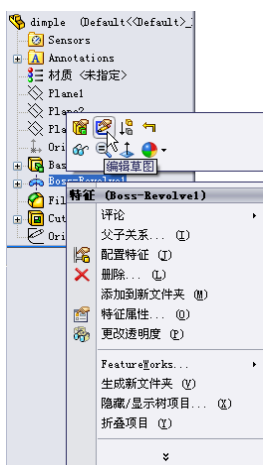
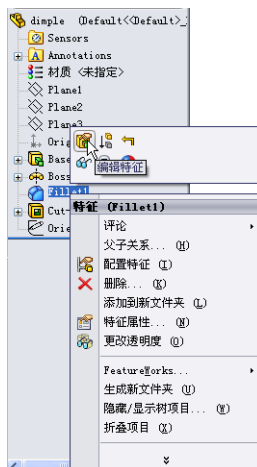

图 10-125 编辑 Boss-Extrudel 特征草图
图 10-126 编辑 Fillet2 特征
(2) 在左侧的“FeatureMannger 设计树”中右击 Boss-Extrudel 特征，在弹出的快捷菜单中单击 (编辑草图) 按钮，如图 10-125 所示。
(3) 鼠标双击草图中的圆弧直径尺寸，将其数值更改为 70，然后单击 (退出草图) 按钮，成型特征的尺寸将变大。
(4) 在左侧的“FeatureMannger 设计树”中右击 Fillet2 特征，在弹出的快捷菜单中单击 (编辑特征) 按钮，如图 10-126 所示。